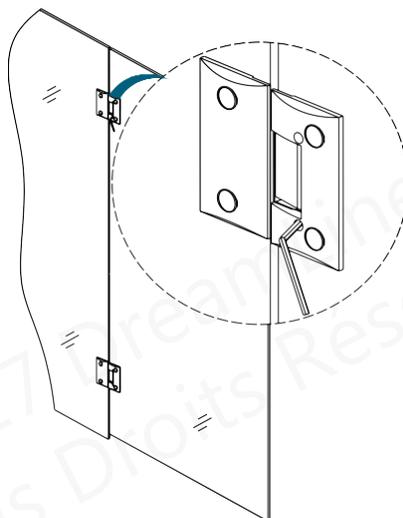

Figure 2
2. Les charnières sont auto-fermantes et pré-ajustées à 172 degrés. Vous pouvez modifier cet angle en utilisant les vis de réglage sur la plaque de la charnière. (Figure 2)